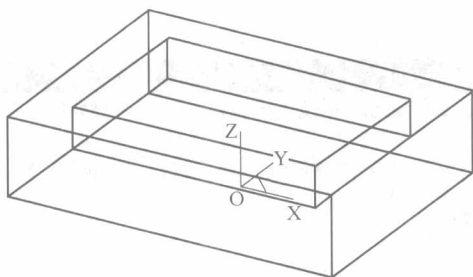
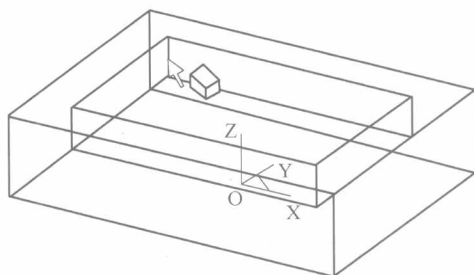
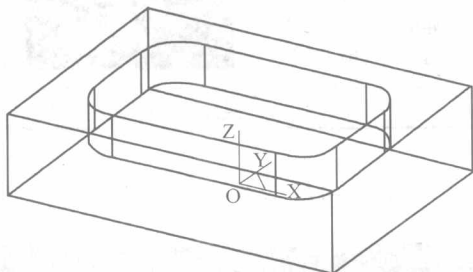

图 1-12
图 1-13
图 1-14 “线框显示”方式
(4) 单击“线架显示”图标 (目的是为了方便的“拾取过渡棱边”), 结果如图 1-12 所示→单击“过渡”图标 →在【半径】栏中输入“10”→对照图 1-9 拾取图 1-13 中需过渡的棱边(共有 4 条), 当【边】栏中出现“边 0、边 1、边 2、边 3”提示后→单击【确定】按钮, 结果如图 1-14 所示。